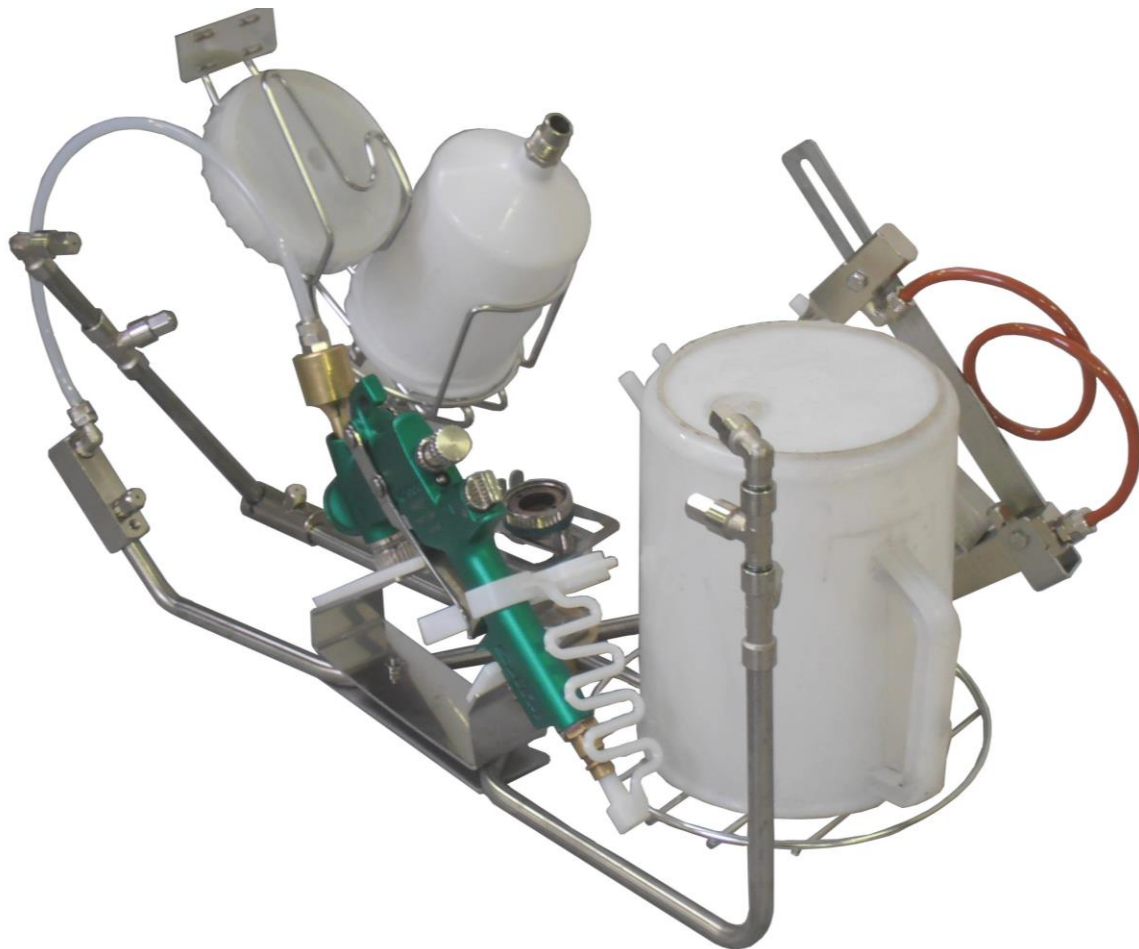

Abbildung 3B
5.4 WASCHEN EINER FALLPISTOLE (B) (siehe Abb. 3B)